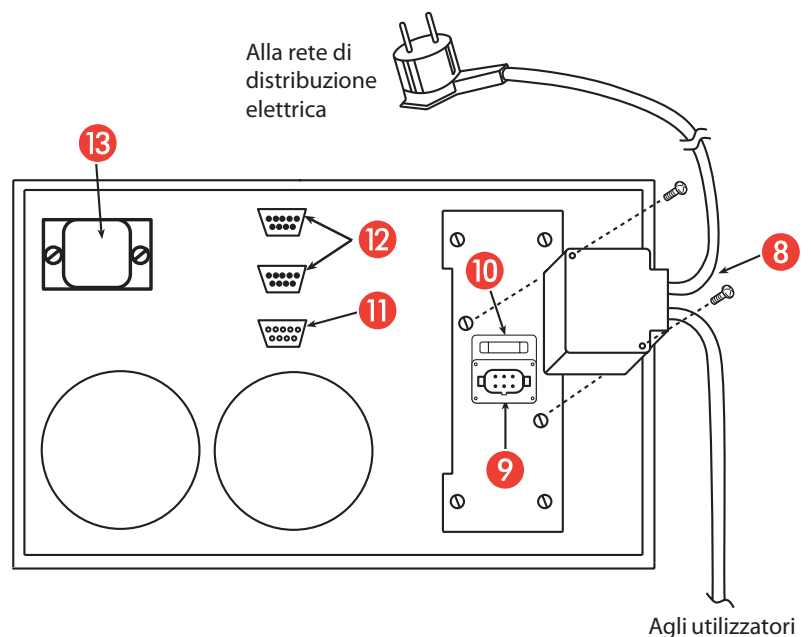

Fig. 2
Singolo Cabinet (fig. 2):
4. Collegare il connettore di Ingresso-Uscita alla spina [9] presente sul retro dell'UPS, fissandolo al telaio con le apposite viti (vedi fig. 2).